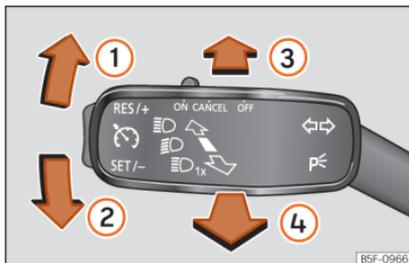

Abb. 131 Blinker- und Fernlichthebel.
- Drücken Sie den Hebel »» Abb. 131 nach oben ① bzw. nach unten ②.
- Drücken Sie den Hebel »» Abb. 131 nach vorn in Pfeilrichtung ③.
- Das Fernlicht schalten Sie ab, indem Sie den Hebel zum Lenkrad in Pfeilrichtung ④ drücken.
- Ziehen Sie den Hebel »» Abb. 131 zum Lenkrad (gefederter Stellung) in Pfeilrichtung ④.
- Ziehen Sie den Blinklichthebel **»» Abb. 131** **»» Seite 129** nach oben, bzw. nach unten – das Parklicht auf der rechten bzw. linken Fahrzeugseite wird eingeschaltet.